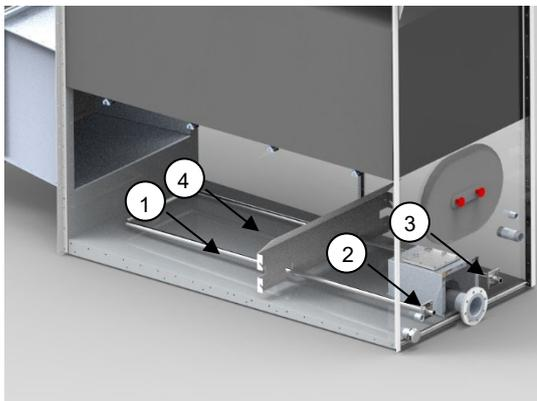

Abb. 42 Rohrheizschlange (Abbildung kann optionale Komponenten enthalten)
Die Rohrheizschlange (1) besteht aus rostfreiem Stahl und ist in der Wanne (4) des Rückkühlwerkes verbaut und verfügt über einen Vorlaufanschluss (2) für warmes Fluid und einen Rücklaufanschluss (3) für kaltes Fluid. Ein Vertauschen von Vorlauf und Rücklauf hat keinen Einfluss auf die Funktionsfähigkeit der Rohrheizschlange (s. Abb. 42)